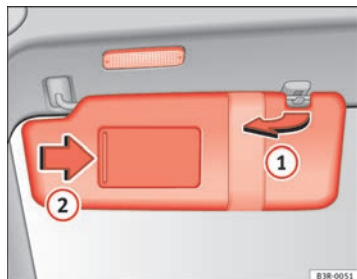

Abb. 98 Sonnenblende
Die Sonnenblenden für den Fahrer und Beifahrer können aus der Halterung in der Fahrzeugmitte herausgezogen und zu den Türen geschwenkt werden (1) => Abb. 98.